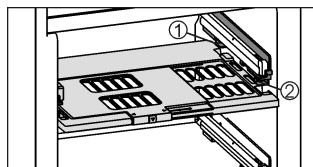

Fig. 17
- Установка пластины регулировки влажности: поперечные ребра крышки на пластине вставить через низ в задний держатель Fig. 17 (1) и защелкнуть спереди на держателе Fig. 17 (2).